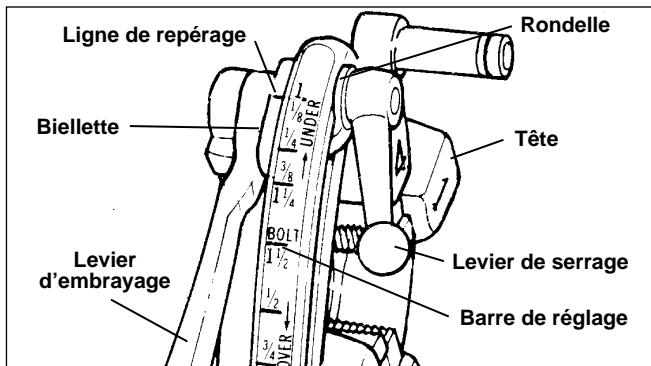

Figure 13 – Tête de filière universelle à ouverture rapide
**Tête de filière à ouverture rapide** (Figure 13) – Lorsque le filetage est terminé, levez le levier de butée en position tête ouverte pour retirer les filières.
La tête de filière universelle (*Figure 13*) pour pas à droite utilise quatre jeux de filières pour le filetage des tuyaux allant de  $\frac{1}{8}$ " à 2". Un jeu de filières est nécessaire pour chacun des diamètres suivants : ( $\frac{1}{8}$ "), ( $\frac{1}{4}$ " et  $\frac{3}{8}$ "), ( $\frac{1}{2}$ " et  $\frac{3}{4}$ "), (1" à 2"). Les filières pour tuyaux de  $\frac{1}{8}$ " ne sont disponibles que pour les filetages à pas à droite. Le filetage des boulons nécessite un jeu de filières différent pour chaque diamètre de boulon. Aucune filière à pas à gauche pour boulons n'est prévue pour les têtes de filières universelles.